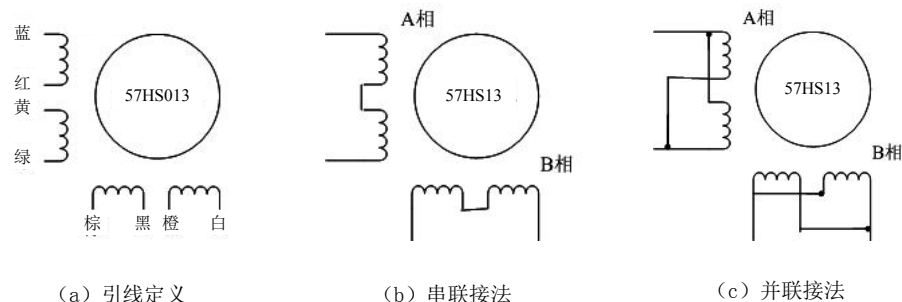

图 7 57 电机串并联接法
- 2) 相是相对的，但不同相的绕组不能接在驱动器同一相的端子上 (A+、A- 为一相，B+、B- 为另一相)，雷赛 57HS13 电机引线定义、串、并联接法如图 7 所示。